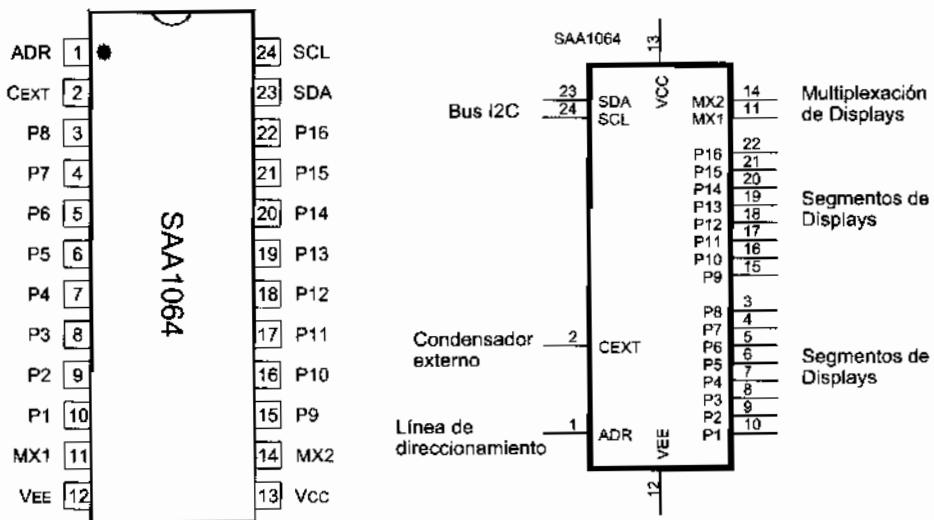

Figura 25-1 Patillaje del controlador de display SAA1064
- Es fabricado con el patillaje que se muestra en la figura 25-1 por *Philips Semiconductors*, ([www.semiconductors.philips.com](http://www.semiconductors.philips.com)).